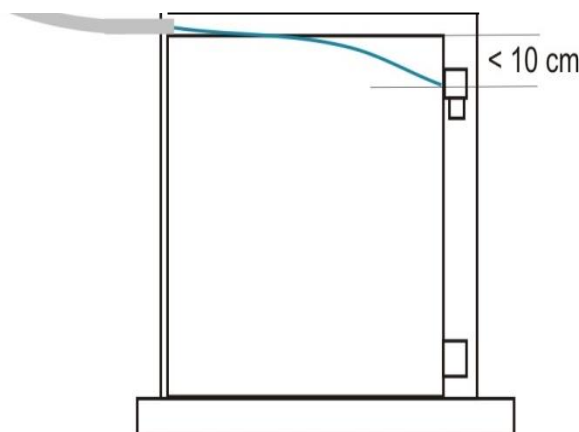

Abb. 4: Funktionsprüfung Wasserdruck des Umlaufkühlers
- ◆ Halten Sie das freie Schlauchende waagrecht an den Rand des Tanks (siehe Abb. 4:) und prüfen Sie, ob der Wasserstrahl bis zur gegenüberliegenden Wand des Vorratstanks reicht. Dabei sollte der Wasserstrahl der Vorlaufleitung weniger als 10 cm von der Waagrechten abfallen.